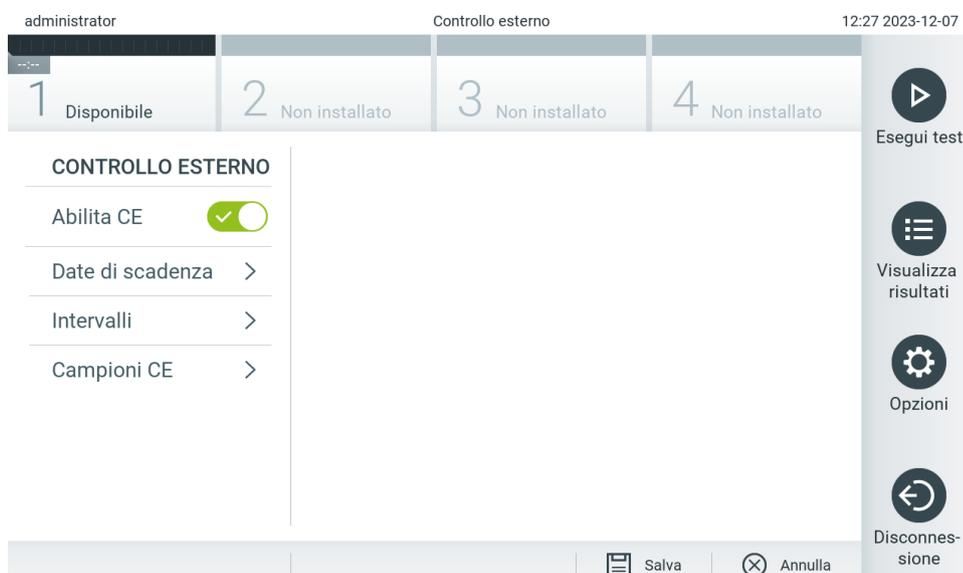

Figura 75. Schermata External Control (Controllo esterno).
Gli utenti con diritto di eliminazione dei job di stampa possono eliminare tutti i job di stampa al fine di svuotare la coda. In questo modo si impedisce la stampa di tutti i report presenti nella coda. A tal fine, premere il pulsante Delete All (Elimina tutto) in fondo alla pagina (Figura 75).
6. Premere il pulsante **Enable EC** (Abilita CE) per attivare la funzione (Figura 75).